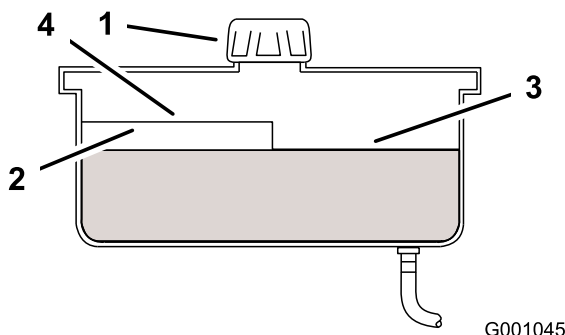

Bild 48
4. Reinigen Sie den Bereich um den Einfüllstutzen und den Deckel des Hydraulikbehälters (Bild 48).
5. Schrauben Sie den Deckel vom Einfüllstutzen ab. Schauen Sie in den Stutzen um sicherzustellen, dass Öl im Behälter ist. (Bild 48).
- Hinweis:** Der Füllstand sollte bei heißem Öl die Oberkante der heißen Einfüllmarkierung der Zwischenplatte erreichen (Bild 48).